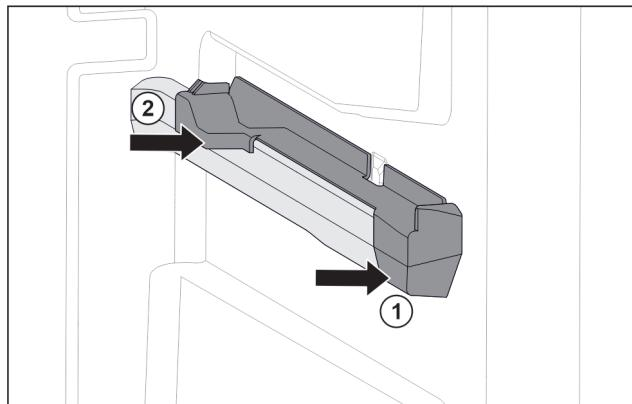

Fig. 115 Násuvný diel na pravom rebre nádoby
- Nasadte násuvný diel vpredu na rebro nádoby. Fig. 115 (1)
- Pritlačte násuvný diel vzadu. Fig. 115 (2)